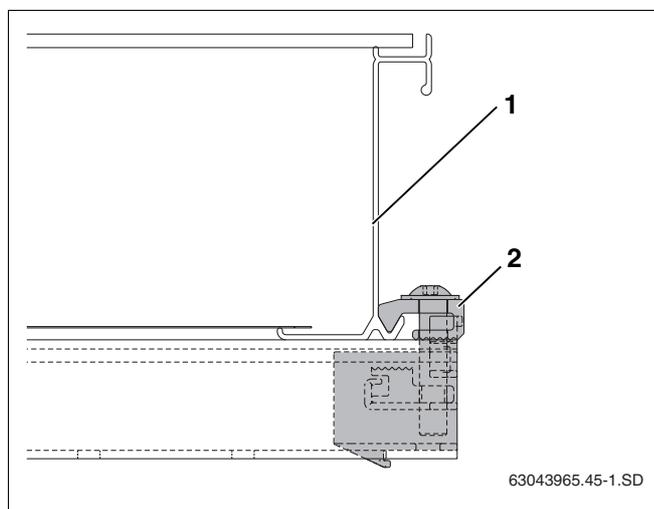

Рис. 43 Установленный односторонний зажим
- Осторожно сдвинуть коллектор (рис. 43, поз. 1) к одностороннему зажиму и выровнять в горизонтальной плоскости.
- Ключом SW5 закрутить односторонний зажим (рис. 43, поз. 2).
Теперь прижим (рис. 43, поз. 2) находится в нижней кромке коллектора.